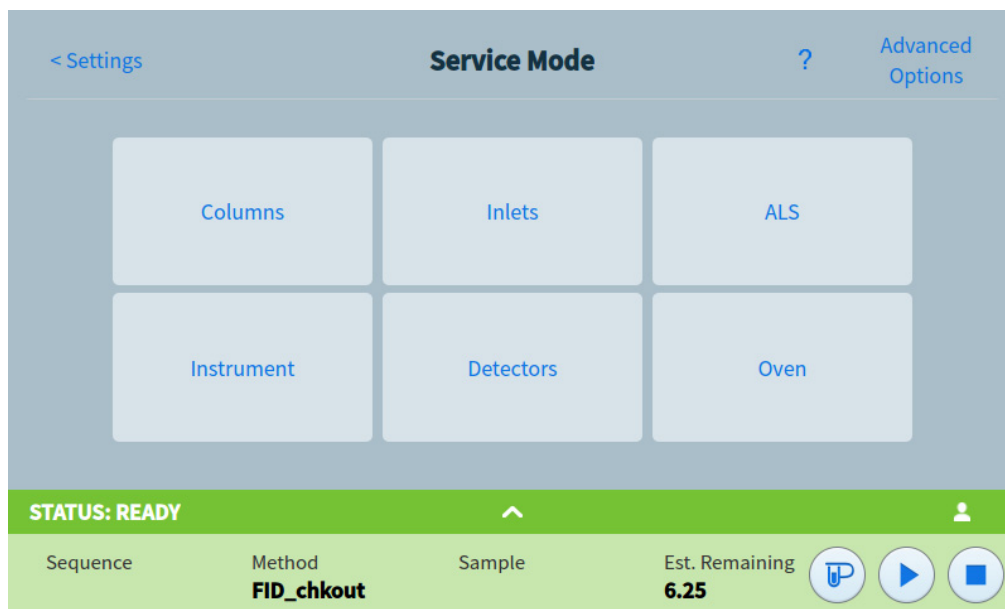

Figura 35 Pagina Service Mode
- 2 Premere **Service Mode**. Si apre la pagina Service Mode. Consultare Figura 35.